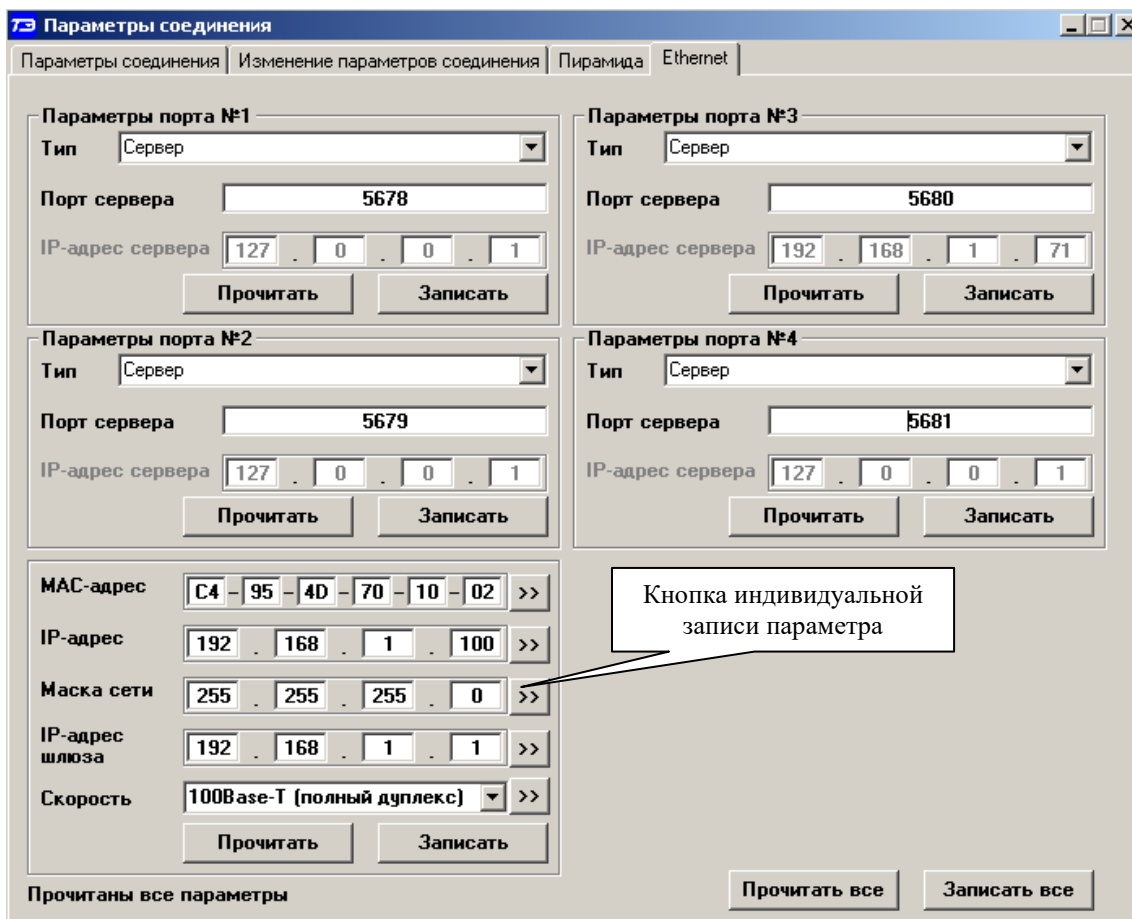

Рисунок 3 – Форма «Параметры соединения», вкладка «Ethernet».
2.7.1 Встроенный Ethernet-модем счетчика поддерживает до четырех исходящих (ТСП-клиент) или входящих (ТСП-сервер) ТСП/IP-соединений через четыре конфигурируемых ТСП-порта. При выходе с предприятия-изготовителя Ethernet-интерфейс сконфигурирован по умолчанию, как показано на вкладке рисунок 3.
- записать установленные параметры по кнопке «Записать все» или по кнопке записи индивидуального параметра, или по кнопке записи группы параметров, расположенных на поле вкладки (рисунок 3).